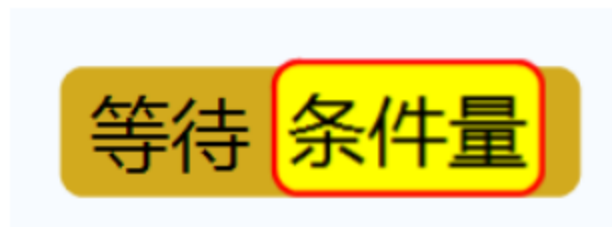

图1
- 可以使用等待条件成立指令。等待条件成立，再继续执行指令后边的程序。在指令列表中找到等待条件指令，如图1所示，流程图如图2所示。